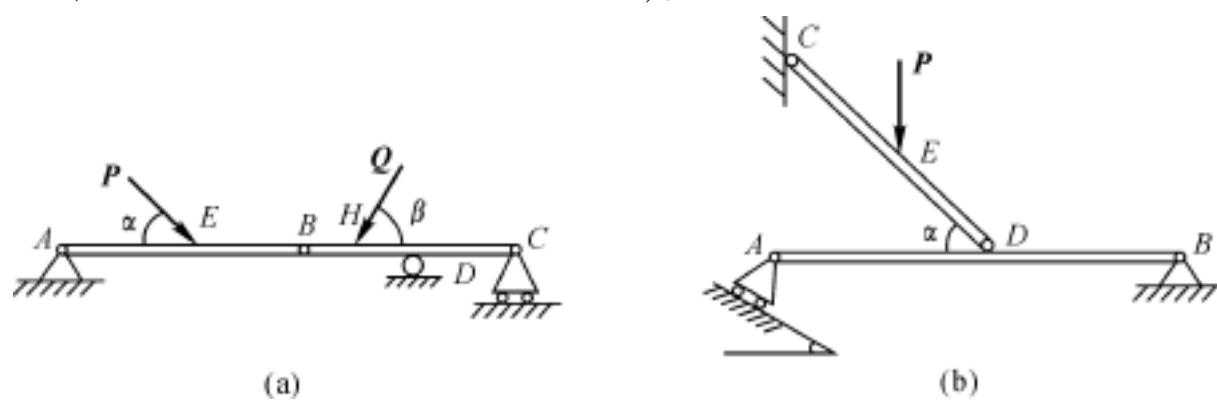

图 1.3
3. 如图 1.3 所示, 画出下列各组合梁中 AB , BC , CD 的受力图(图 1.3(b) 中 AB 杆和 CD 杆在 D 处铰接, CD 杆的杆端 C 靠在光滑墙壁上)。